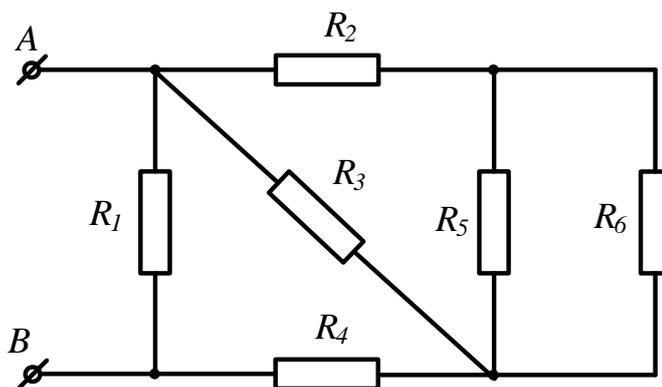

Рисунок 17
**Задача 15.** Определить токи в ветвях схемы (рис. 17), если  $U_{\text{AB}}=9\text{В}$ ,  $R_1=R_5=3\text{Ом}$ ,  $R_2=2,8\text{Ом}$ ,  $R_3=1\text{Ом}$ ,  $R_4=6,2\text{Ом}$ ,  $R_6=2\text{Ом}$ .